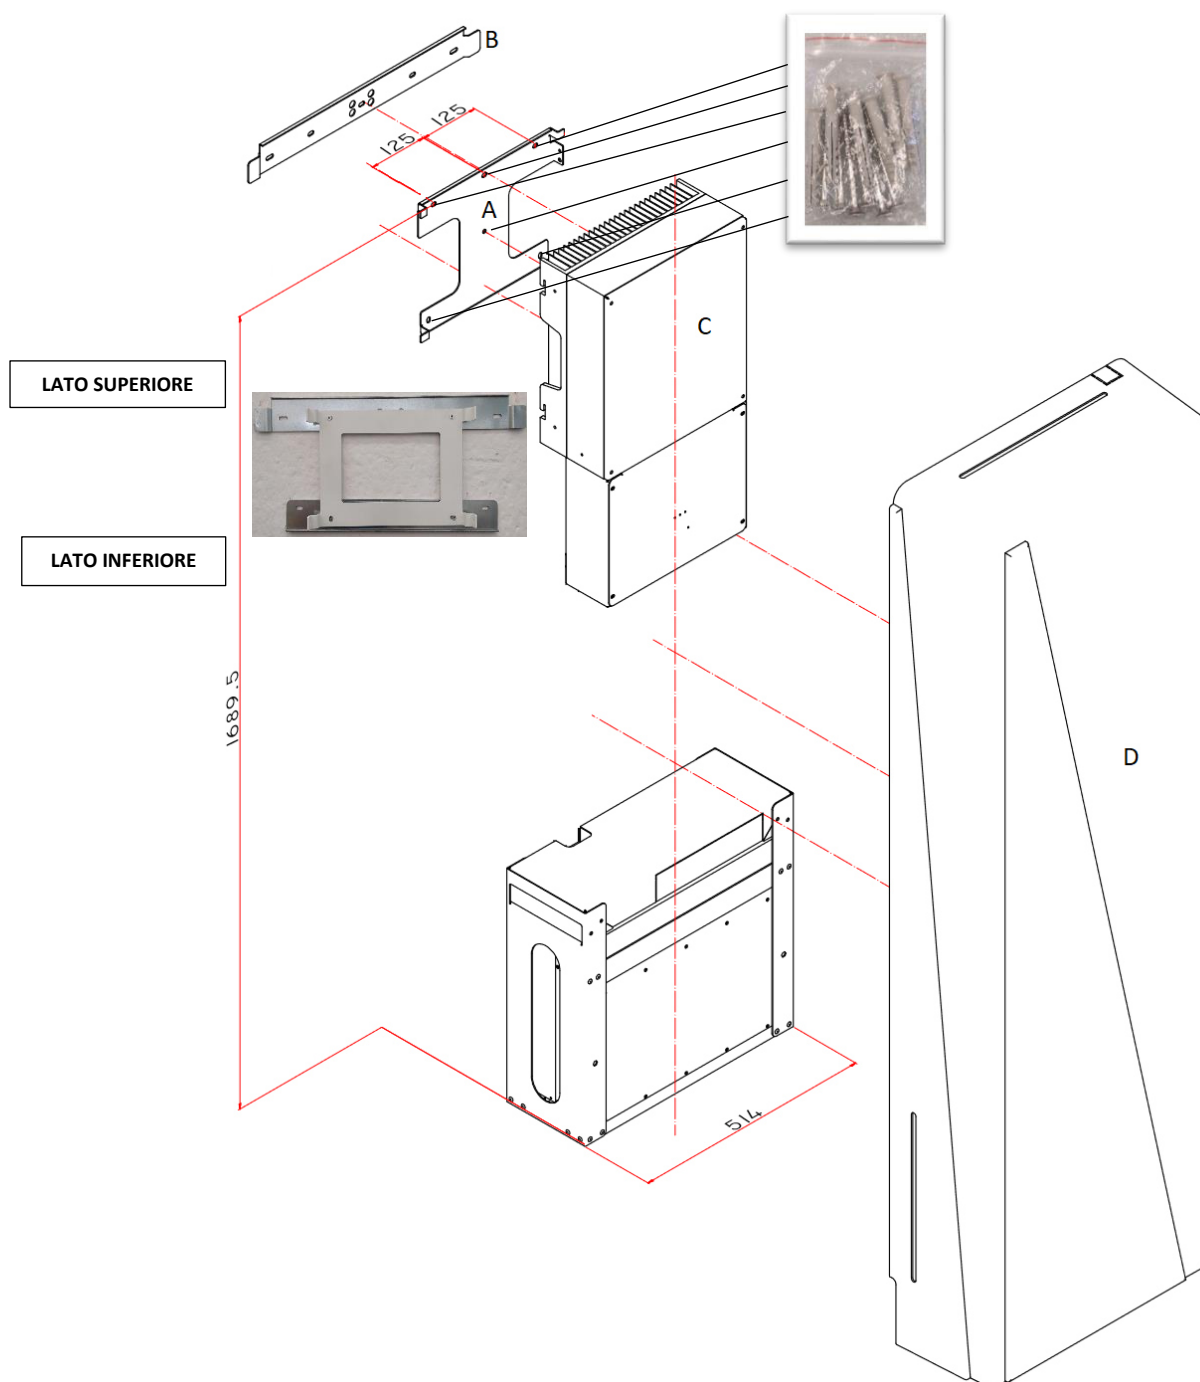

Figura 2 – Distanza di fissaggio della staffa inverter dal piano calpestio
La staffa (C) **OPZIONALE** per l'ancoraggio inferiore della cover esterna (D Figura 2) deve essere installata solamente se la cover è stata fornita col resto del materiale, diversamente non viene fornita.